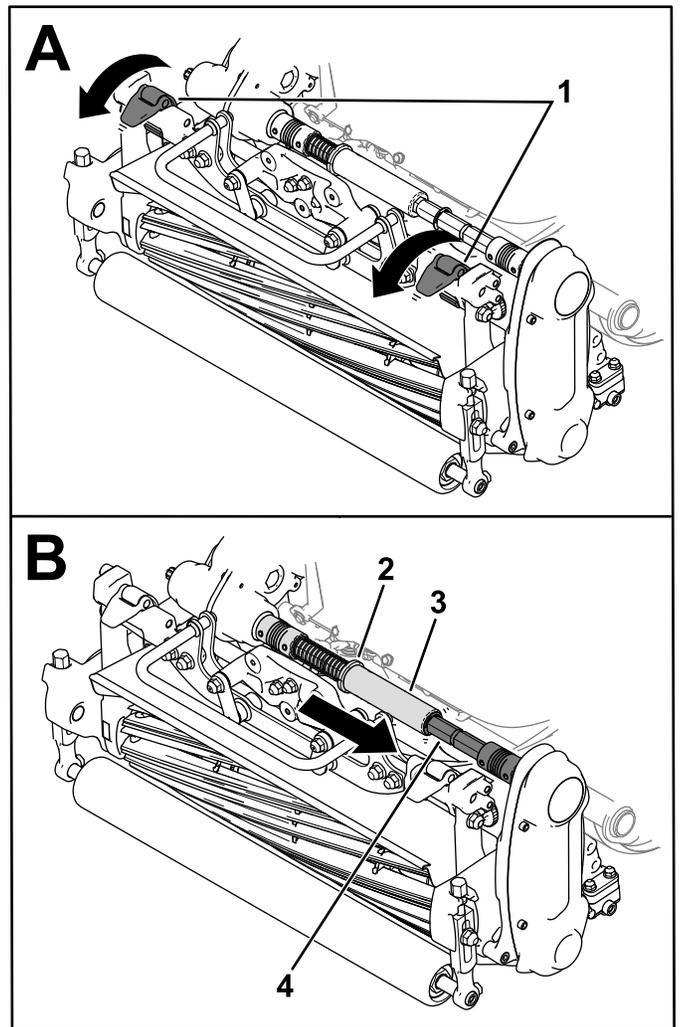

图 38
3. 向下移动悬挂门锁以将滚刀组固定到机器上 图 38。
4. 将环圈移出变速箱联轴器轴槽并将六角管道插入滚刀组联轴器轴 图 38。